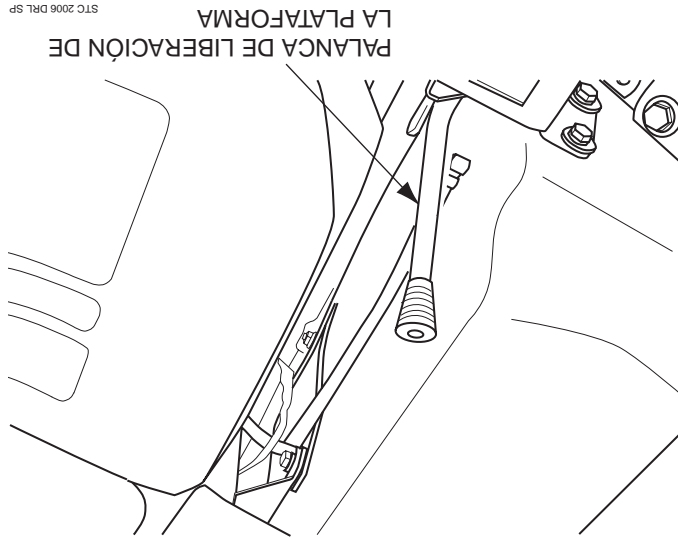
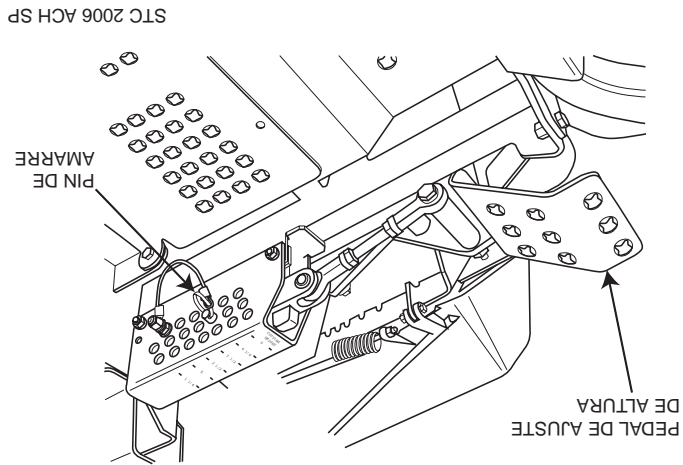

Figura 4-4 Palanca de liberación de la plataforma
Figura 4-5 Ajuste de altura de corte
2. Empuje el pedal de pie de ajuste de la altura de corte completamente hacia adelante con su pie derecho hasta que se asegure en su lugar. (Figura 4-5, página 18).
3. Inserte el pin de amarre en el indicador de la altura de corte en la altura de corte deseada. Empuje la plataforma, manténgala en posición y tire de la palanca de liberación de plataforma, (Figura 4-4). Libere lentamente el pedal. Hay una calcomanía de la altura de plataforma ubicada en el indicador de la altura como una ayuda para ajustar la plataforma a la altura deseada. (Figura 4-5).